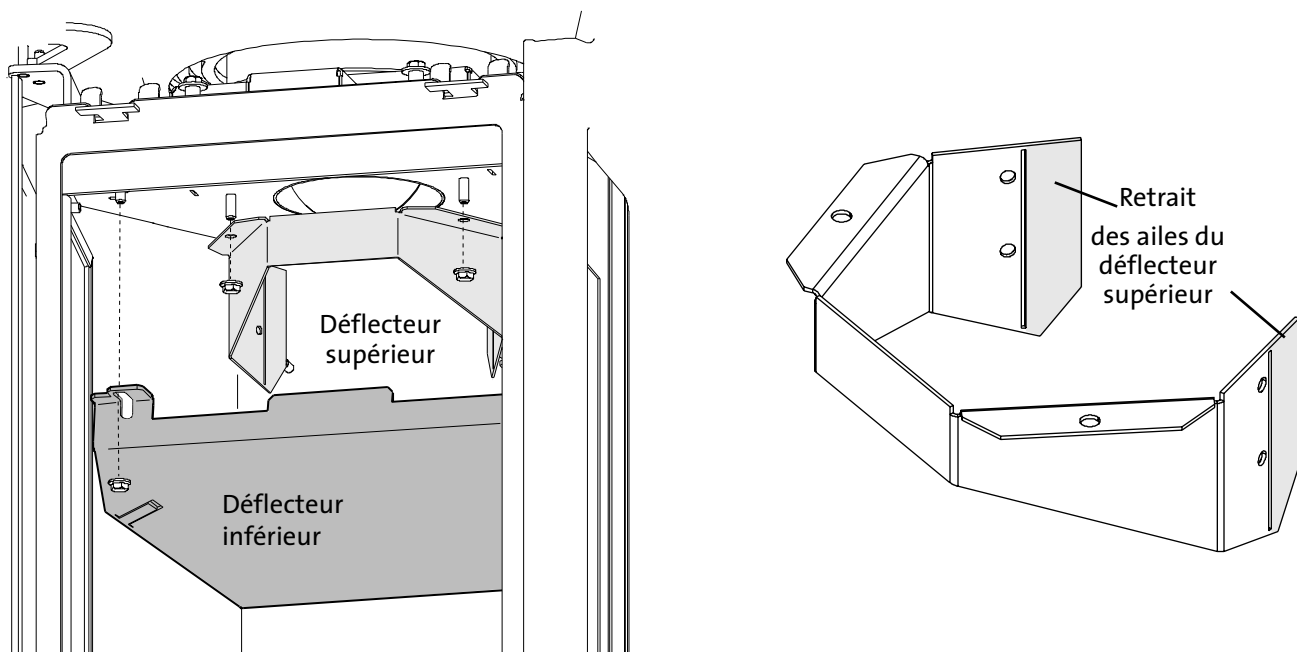

Figure 7.4. . Déflecteur supérieur (conversion au propane).
- Retirez les 2 écrous 6 mm pour retirer le déflecteur inférieur de la chambre de combustion. Voir Fig. 7.4.